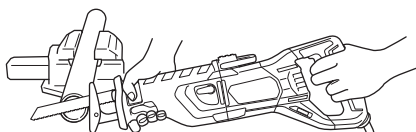

Fig. 17
- (1) Fixer solidement la pièce avant de procéder. (Fig. 17)